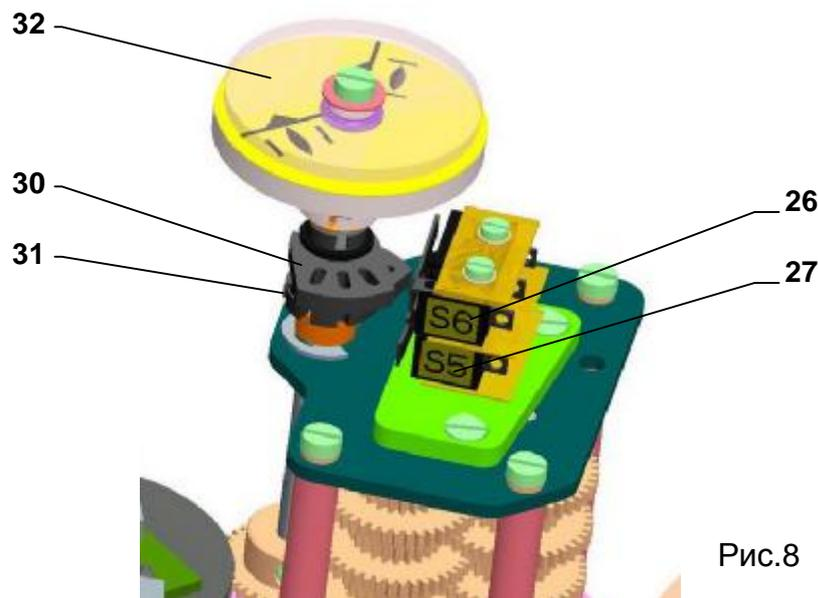

Рис.8
4.3 Настройка выключателей сигнализации (S5,S6) (Рис.8)
4.4 Настройка указателя положения (Рис.8)